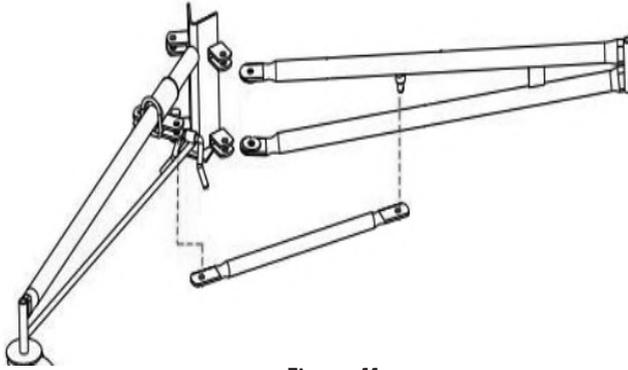

Figure 11
- Fixer les connecteurs de base à la jambe de base et à l'anneau d'étrier à l'aide de rondelles $\varnothing 12$, de goupilles fendues $\varnothing 2,5 \times 25$ et de boulons comme indiqué à la Fig. 11.